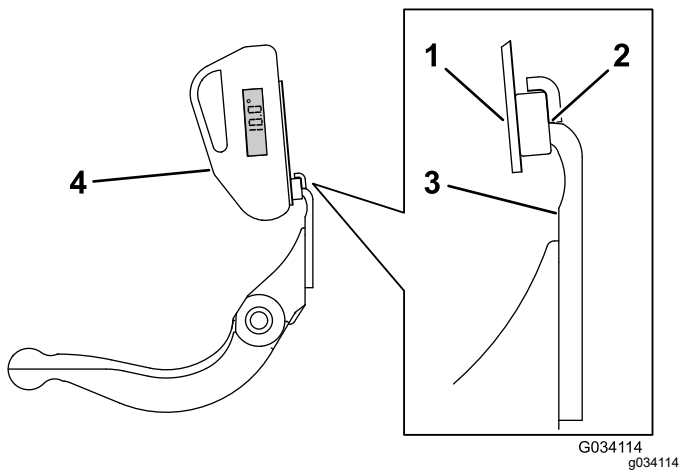

**Figura 28**
1. Posizionate il goniometro sul lato inferiore della controlama, come illustrato nella Figura 28.